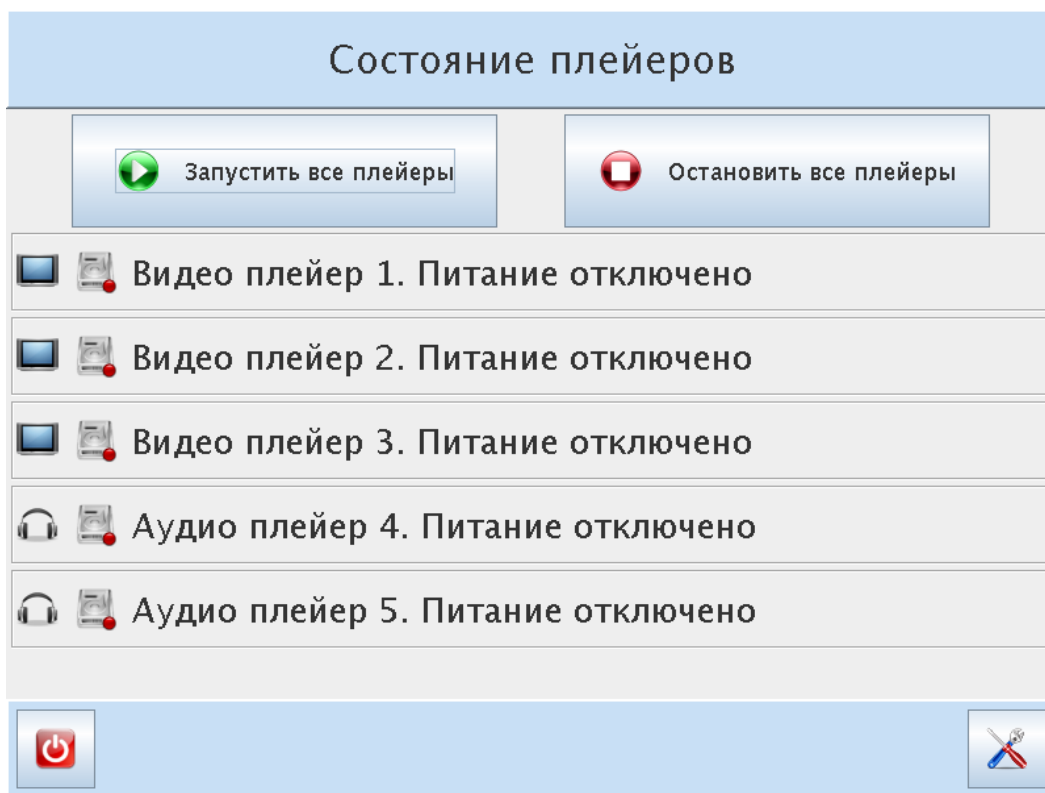
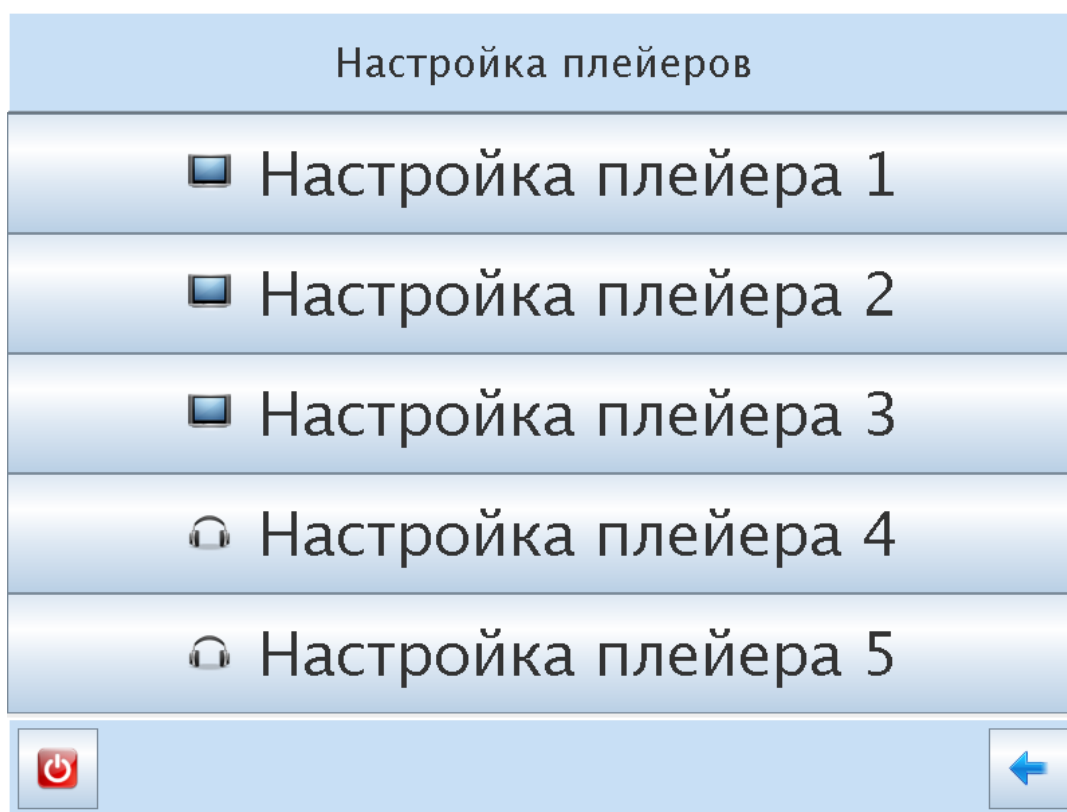

Рис. 3. Главное меню
Рис. 5. Настройка плееров.
После успешной загрузки пользовательского графического интерфейса на сенсорном дисплее отображается главное меню (рис. 3):
6.3.2 Главное окно функционально разделяется на 4 части (см. рис.3):
Для запуска трансляции со всех плееров нажмите на кнопку «Запуск всех плееров» (рис.5) в главном окне. При этом происходит автоматическое включение всех исправных плееров и начинается воспроизведение записанных на них мультимедийных роликов.
Для остановки трансляции в главном окне программы нажмите на кнопку «Остановка всех плееров» (рис.3). Трансляция со всех плееров будет остановлена, а сами плееры - выключены.
Для запуска окна настроек нажмите кнопку , расположенную в панели управления главного окна (рис.3). Откроется окно запроса PIN кода (рис.4). Введите PIN код «123» и нажмите кнопку . Если код верен, вы попадете в окно настроек (рис. 5). В случае ошибки при вводе PIN кода нажмите на кнопку «<~» для удаления ошибочно введенного символа или «СБРОС» для очистки поля ввода. Для возврата в главное окно нажмите кнопку .
Окно настроек (рис. 5) позволяет изменить настройки каждого плеера.
Нажмите кнопку . На дисплее появится окно главного меню (рис. 3).
Нажмите кнопку . На экране появится окно настроек (рис. 5).